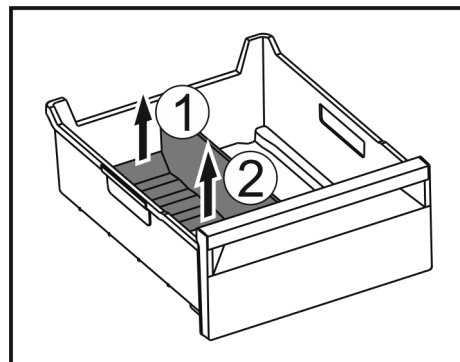

Fig. 141
- ▶ Hinteren Teil des Eisfach-Trenners anheben. Fig. 141 (1)
- ▶ Eisfach-Trenner nach oben entnehmen. Fig. 141 (2)